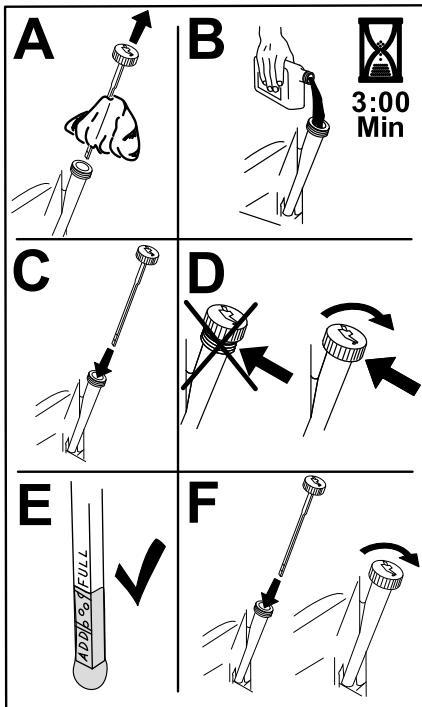

Figure 52
6. Versez lentement environ 80 % de l'huile spécifiée dans le tube de remplissage, puis faites l'appoint lentement jusqu'à ce que le niveau atteigne le repère maximum (Full) (Figure 52).